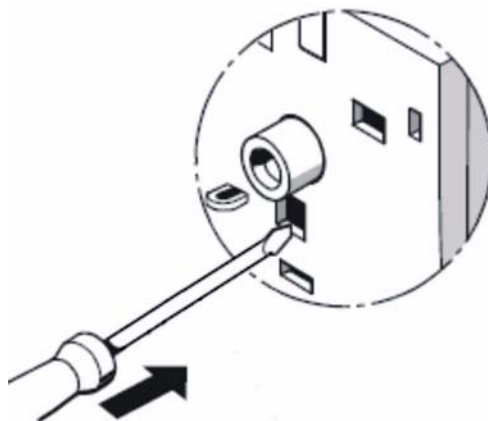

Fig. 32
- **Prueba del dispositivo (Fig. 32)**